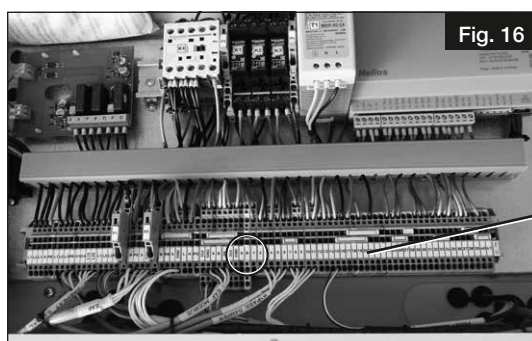

Fig. 16
3. Connecter le câble du dispositif de commande aux bornes entourés dans le boîtier électronique (Fig. 16) conformément au schéma de raccordement.